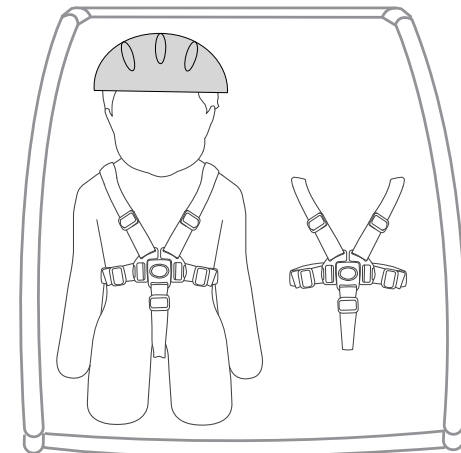

Abbildung 18
3. Wird nur ein Kind in einem zweiseitigen Anhänger transportiert, muss das Kind immer rechts sitzen (Abbildung 18).